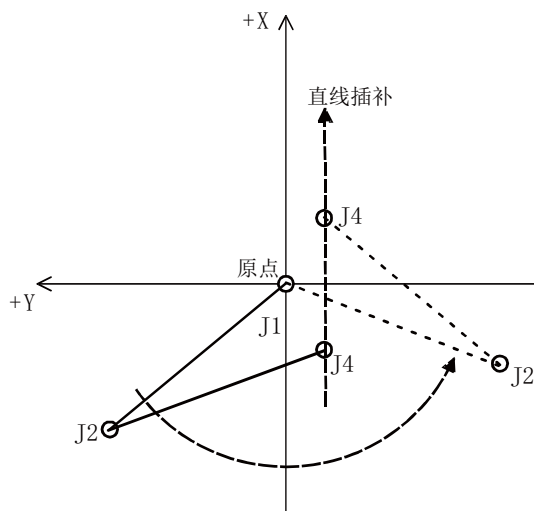

图 4-38: 原点附近的直线插补通过 (示例)
(1) 保持控制点的速度以直线插补进行动作的情况下, 如图 4-38 所示想要通过原点 (机器人的特异点之一) 附近时, 则 J1 轴必须进行高速旋转, 根据指定的速度, 有时会发生超速错误, 但执行 SpdOpt On 后, 即自动调整速度避免发生错误。